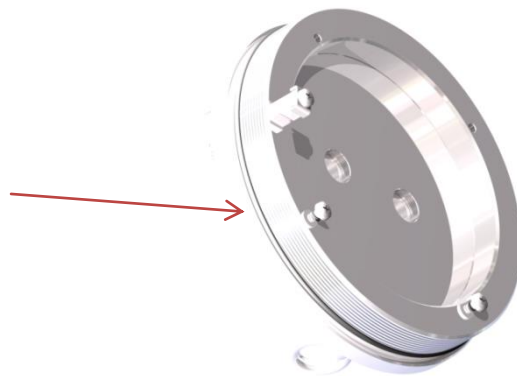

Fig. 10-10 Position du joint, anneau torique, type T08-TNXCD
- Attention! En cas du démontage de la collerette le joint noir de l'anneau torique (silicone VMQ, NBR-70 ou Viton) ne doit pas ni se casser, ni se salir (cf Fig.10-10)!